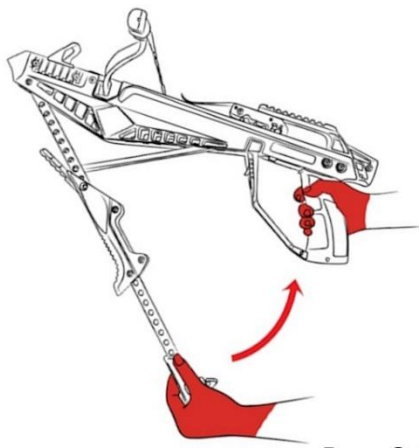
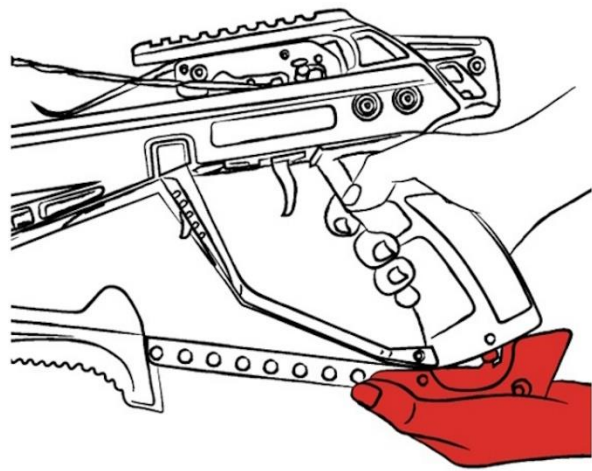

Рис.3.5
Рис.3.6
4. С усилием, но плавно верните рычаг взвода назад в первоначальное положение, чтобы запереть рычаг взвода и завершить взвод арбалета (Рис.3.5). Фиксатор рычага взвода должен прочно сцепляться с рукояткой с характерным щелчком (Рис.3.6)